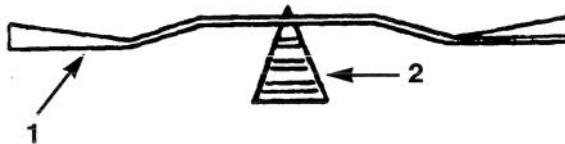

Figure 26
2. Contrôler l'équilibrage de la lame en la posant sur un équilibrEUR de lame (Fig. 26). La lame est équilibrée si elle reste horizontale, et peut donc être utilisée. Limer l'arrière de la lame si elle n'est pas équilibrée. Répéter la procédure jusqu'à ce que la lame soit équilibrée.